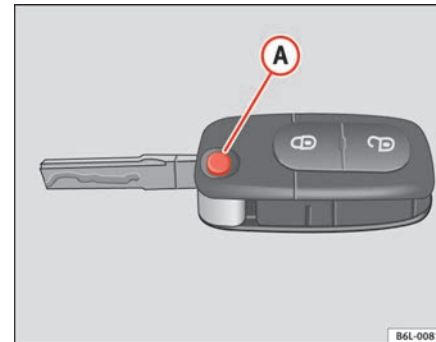

Abb. 56 Klappbarer Schlüssel
**Zum Herausklappen** des Schlüsselbarts, drücken Sie den Knopf **A** ⇒ Abb. 56. Der Schlüsselbart wird durch Federwirkung herausgeklappt.